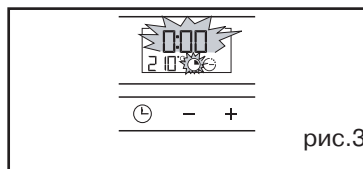

рис.3
- индикатор времени приготовления и 0:00 начинают мигать (рис.3),